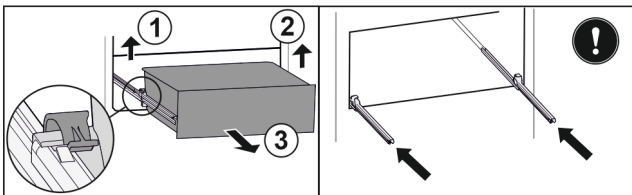

Fig. 144
- ▶ Підняти лівий затискач і одночасно висувний ящик ліворуч потягнути вперед. Fig. 144 (1)
- ▶ Підняти правий затискач і одночасно висувний ящик праворуч потягнути вперед. Fig. 144 (2)
- ▶ Вийняти висувний ящик рухом вперед. Fig. 144 (3)